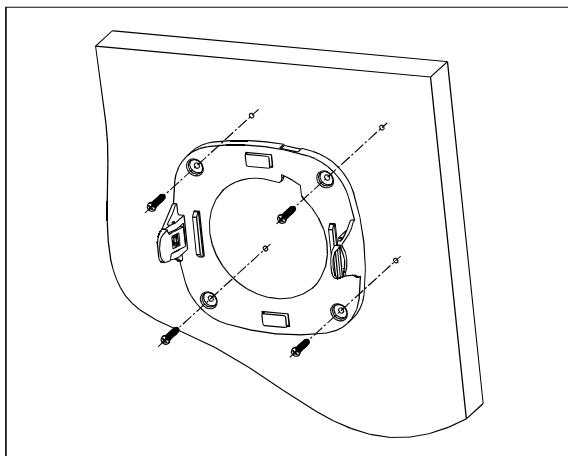

图1.2-1
1. 按下图所示打好安装孔，用四颗ST3.5的螺钉将固定板固定在墙顶上。（大概锁一半即可）如图1.2-1所示